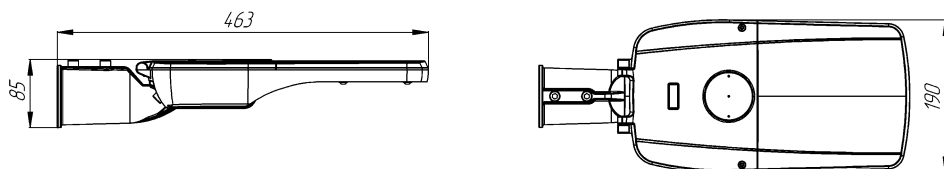

Рис.1. Габаритные размеры
1.8. Общий вид и габаритные размеры показаны на рис.1